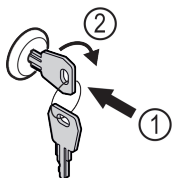

Fig. 86 Príklad zobrazenia
- Zatlačte kľúč Fig. 86 (1).
- Otočte kľúč o 90° v smere hodinových ručičiek Fig. 86 (2).